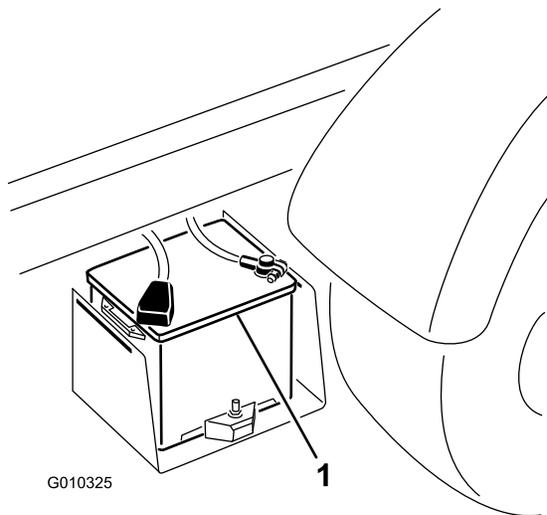

図 49
2. 2 台のバッテリーのプラス (+) 端子同士をブースタケーブルでつなぐ(図 49)。端子を必ず確認すること； バッテリーカバーの「+」の印で確認できることが多い。